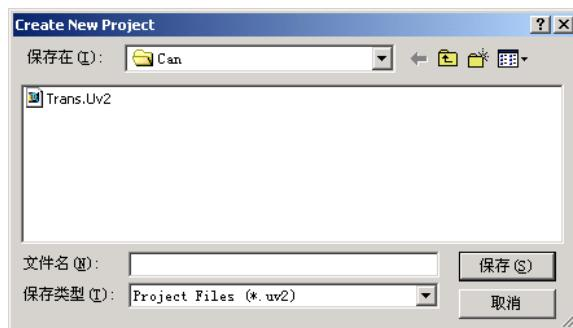
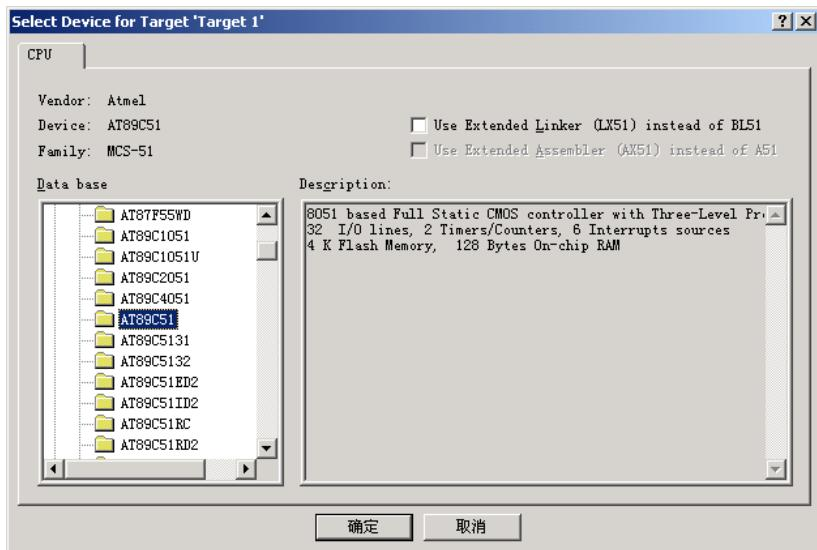

图 5-24 Create New Project 对话框
图 5-25 Select Device for Target 对话框
(1) 选择菜单命令 Project | New Project，弹出如图 5-24 所示的 Create New Project 对话框。
(2) 在对话框中选择新项目要保存的路径和文件名，单击【保存】按钮即可。Keil μVision2 的项目文件的扩展名为.uv2。
(3) 单击【保存】按钮后，弹出如图 5-25 所示的 Select Device for Target 对话框。用户需要在左侧的芯片型号列表中选择调试使用的 8051 单片机型号，使用对话框右侧的 Description 文本框可以查看选中单片机型号的说明。